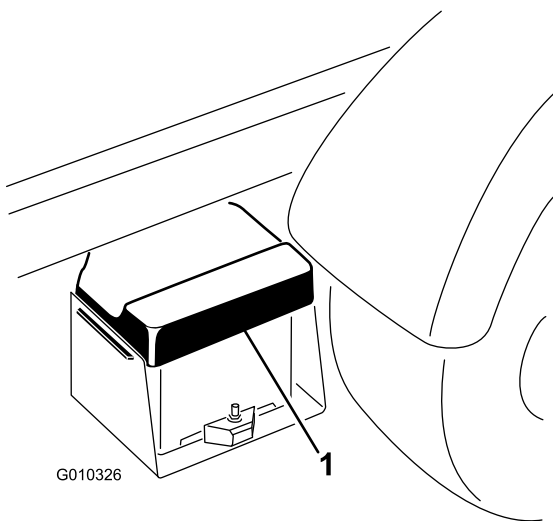

Figura 5
- Aperte a tampa da bateria para libertar as patilhas da base da bateria (Figura 5).
2. Retire a tampa da bateria da base (Figura 5).
6. Alinhe a tampa da bateria na base da bateria (Figura 5).
7. Aperte a tampa da bateria, alinhe as patilhas com a base da bateria e solte a tampa (Figura 5).